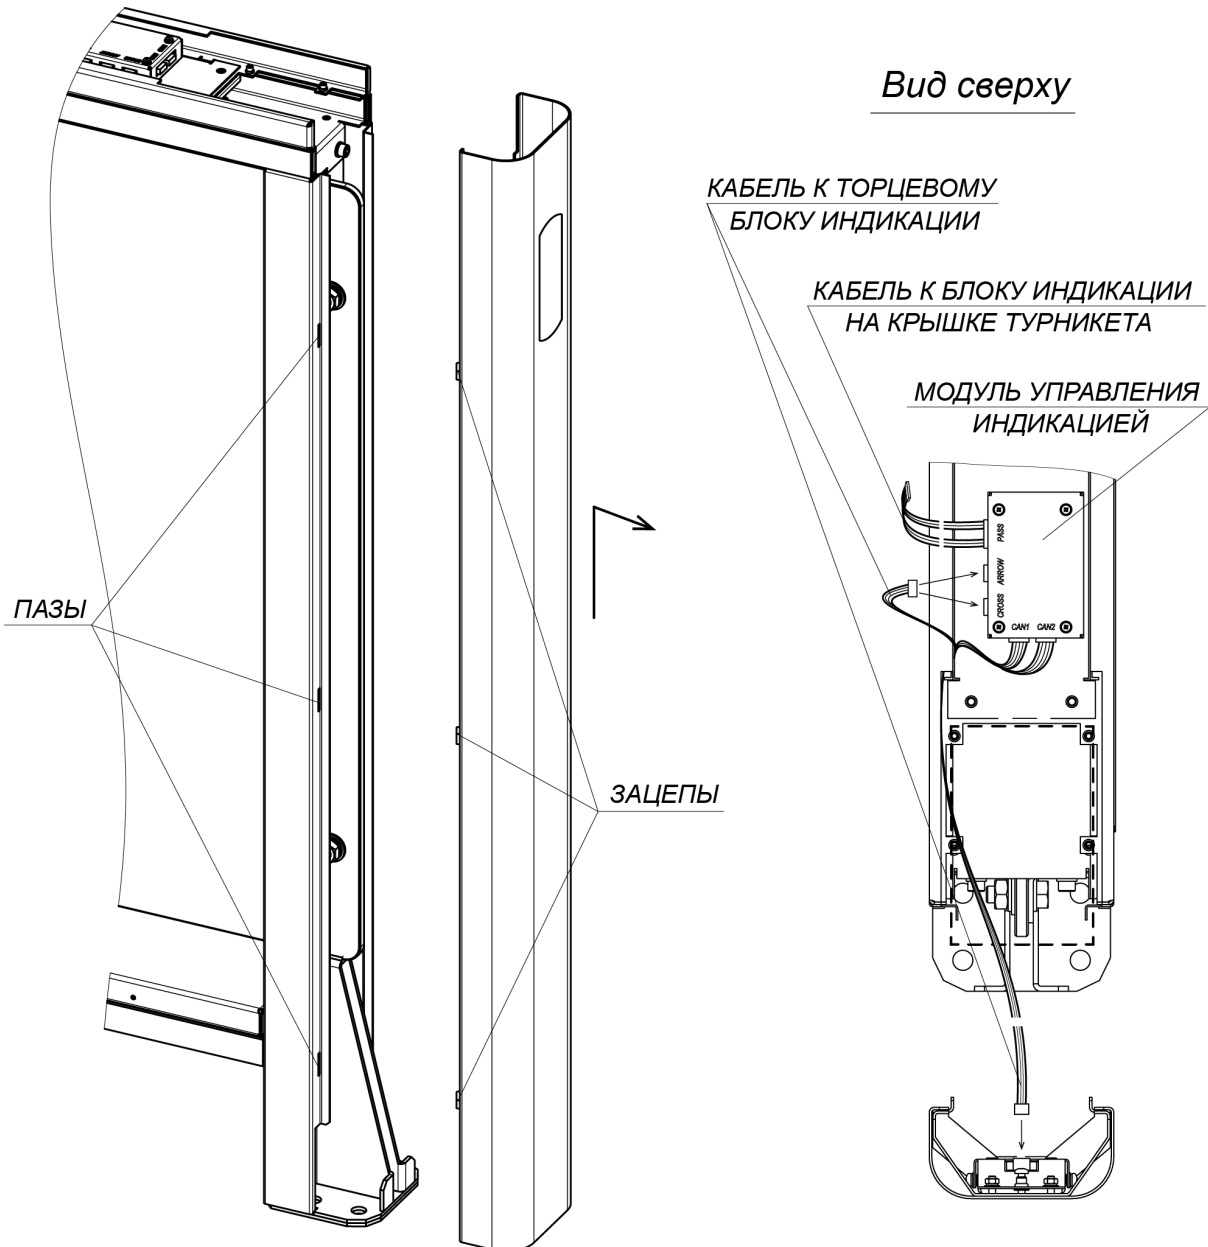

Рисунок 24. Снятие передней панели боковой стойки
25. Установите блоки индикации центральных стоек (3) (см. рис. 24, разд. 8.9.5) (взять в комплекте принадлежностей).
Для установки блока индикации центральной стойки (3) (см. рис. 24):
3. Установите блок индикации на площадку, расположенную над поворотной опорой створки, и при помощи шестигранного ключа SW4 зафиксируйте его на верхнем коробе стойки (12), используя два винта М5×16 с шайбами из комплекта поставки.
Снятие блока индикации центральной стойки производится в обратном порядке. Перед этим необходимо демонтировать с секции турникета верхнюю крышку секции (10) (см. разд. 8.9.6, рис. 24, 25, 26).